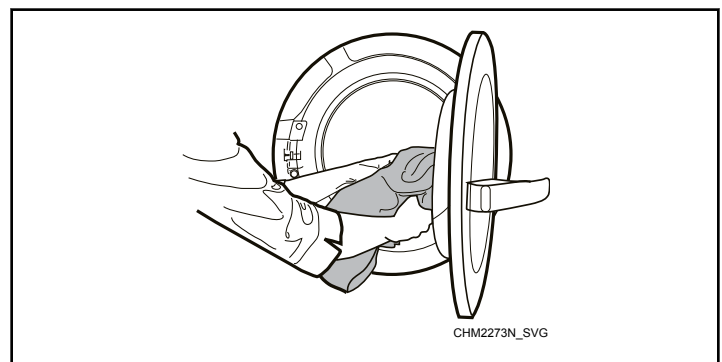

Figura 3
2. Carregue a máquina. Consulte a *Figura 3*.